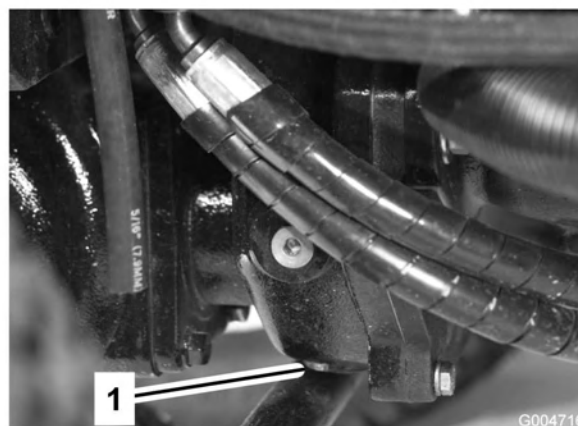

Figura 60
5. Limpie la zona alrededor del tapón de vaciado en la parte inferior de la caja de engranajes (Figura 60).